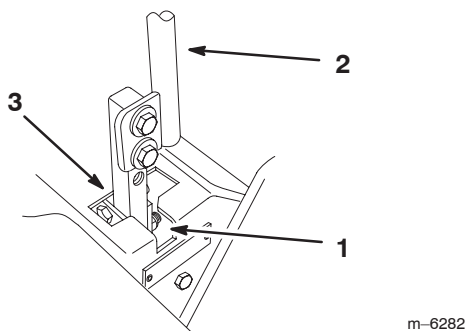

Figure 43
5. Placez le levier au point mort, **sans le verrouiller** (Fig. 43).
7. Vérifiez la position du levier par rapport au cran de la console (Fig. 43). Il doit être centré de façon à pouvoir pivoter vers l'extérieur jusqu'à la position de verrouillage du point mort.
9. Appliquez une légère pression à l'arrière du levier, et tournez la tête du boulon de réglage dans le sens voulu pour centrer le levier à la position de verrouillage du point mort (Fig. 43).